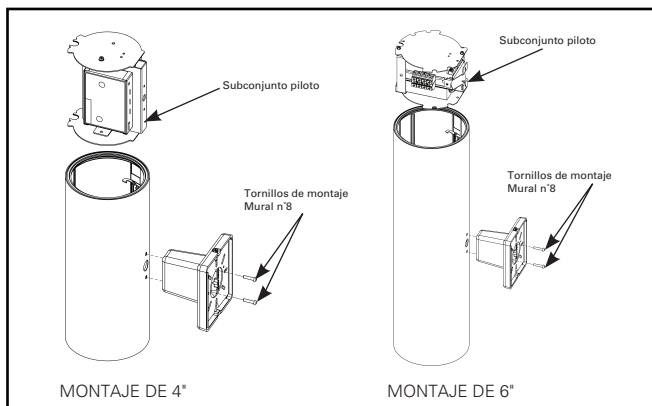

Figura 7.
1. Para retirar el brazo de montaje en pared de la luminaria, quite dos (2) tornillos n.º 8.
2. Retire el subconjunto del controlador interno de la luminaria. (Figura 7).